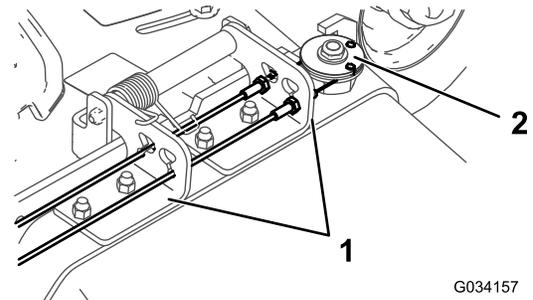

Figura 7
4. Pase los cables por el soporte del conducto de descarga trasera (Figura 7).